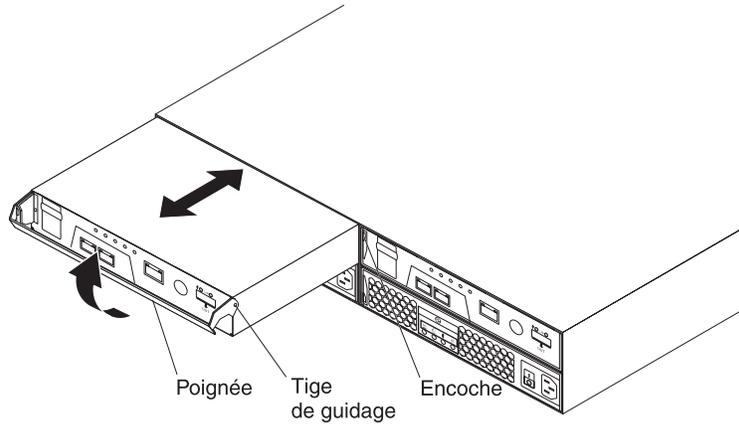

Figure 37. Retrait et remplacement d'un contrôleur
- b. Tirez lentement sur la poignée pour l'écarter du boîtier et extraire le contrôleur de sa baie, comme illustré dans la figure 37.
- b. Assurez-vous que les tenons latéraux du contrôleur s'enclenchent dans les encoches du boîtier du DS3300. Voir la figure 37, à la page 70.